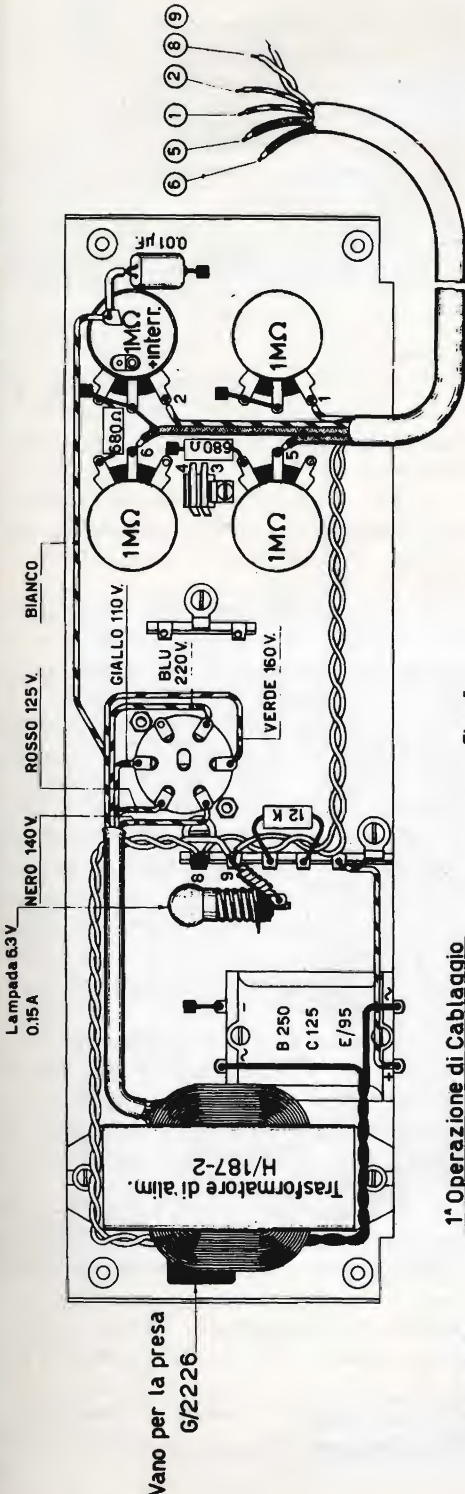

Fig. 5
1) Trasformatore d'alimentazione - va fissato in modo che i conduttori del primario, (v. fig. 5) risultino orientati verso l'interno del telaio.